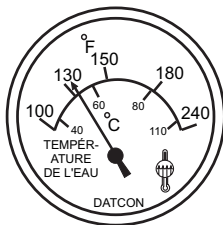

Figure 47. Jauge de Température de Réfrigérant
9. L'indicateur de température du réfrigérant (Figure 47) indique la température du réfrigérant. Normalement, la température du réfrigérant doit se situer dans la **zone verte** entre 165~203°F (74~95 °C).